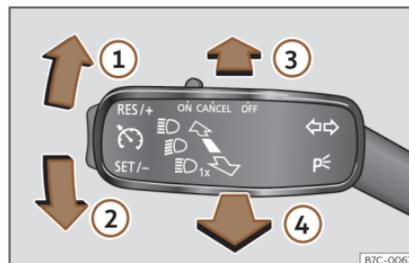

Fig. 89 Leva degli indicatori di direzione e degli abbaglianti.
- Dalla posizione di base, spingere in avanti la leva degli indicatori di direzione e degli abbaglianti >>> **fig. 89** .
- **OPPURE:** con le luci abbaglianti accese, spostare la leva degli indicatori di direzione e degli abbaglianti all'indietro >>> **fig. 89** .